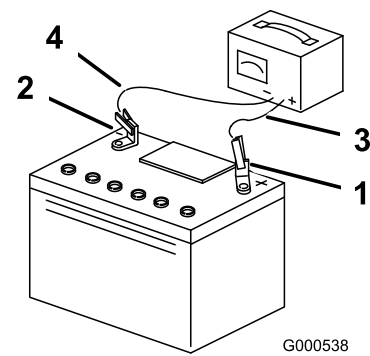

Figura 42
3. Cuando la batería esté completamente cargada, desconecte el cargador del suministro eléctrico, y desconecte los cables del cargador de los bornes de la batería (Figura 42).